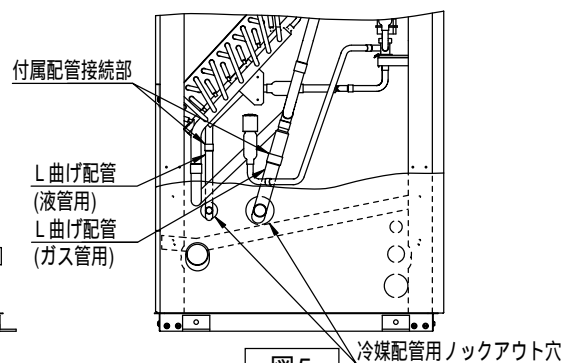
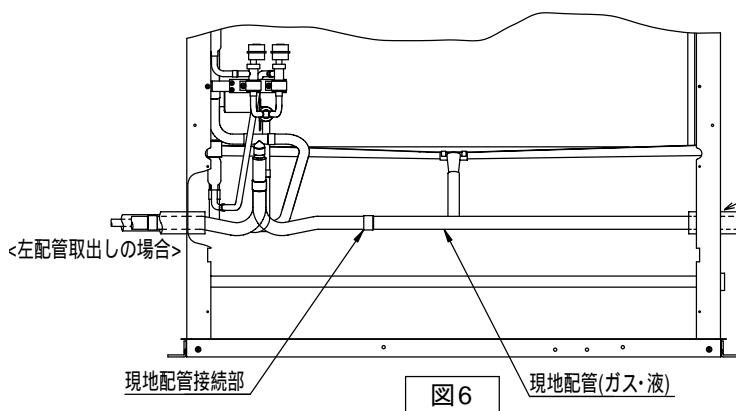

図5
図6
- (5) 図5・図6に示すとおり、付属配管・現地配管を前面からロウ付接続を行ってください。
現地配管接続部 図6 付属配管接続部 図5
- (6) 図6に示すとおりパイプカバーを取付けてください。